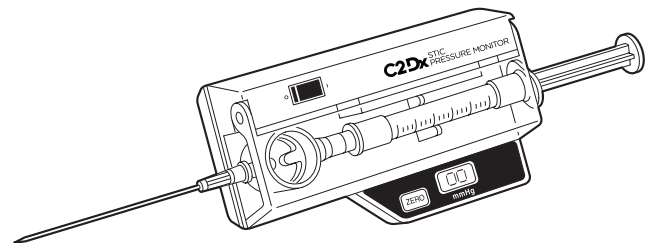

Figura 3
9. Aproxímese al ángulo previsto de inserción de la aguja en la piel. Para garantizar la exactitud, la pantalla debe indicar entre -8 y +9 mmHg. Pulse el botón ZERO. La pantalla indicará «00» después de aproximadamente 2 segundos. Consulte la figura 3.